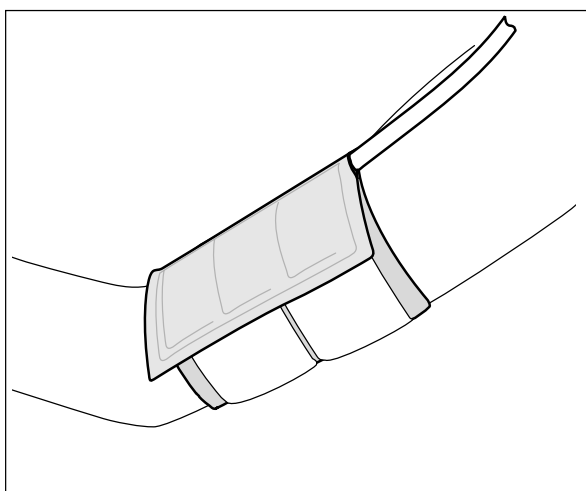

Рис. 4-1. Наложение манжеты
- отвод для подключения трубки направлен вверх, к плечу (рис. 4-1);